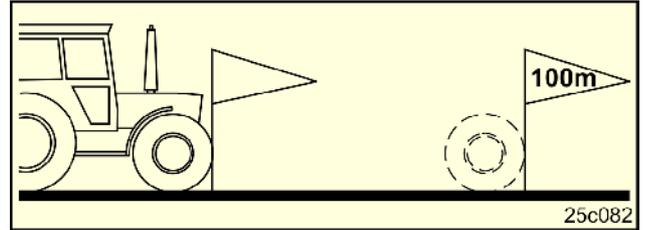

Fig. 29
- Auf dem Feld eine Messstrecke von exakt 100 m abmessen. Anfangs- und Endpunkt der Messstrecke markieren (Fig. 29).